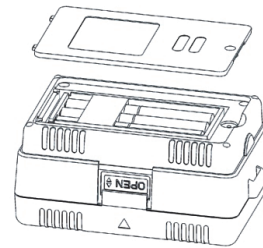

Рисунок 4
11. ЗАМЕНА БАТАРЕЕК (см. Рисунок 4)